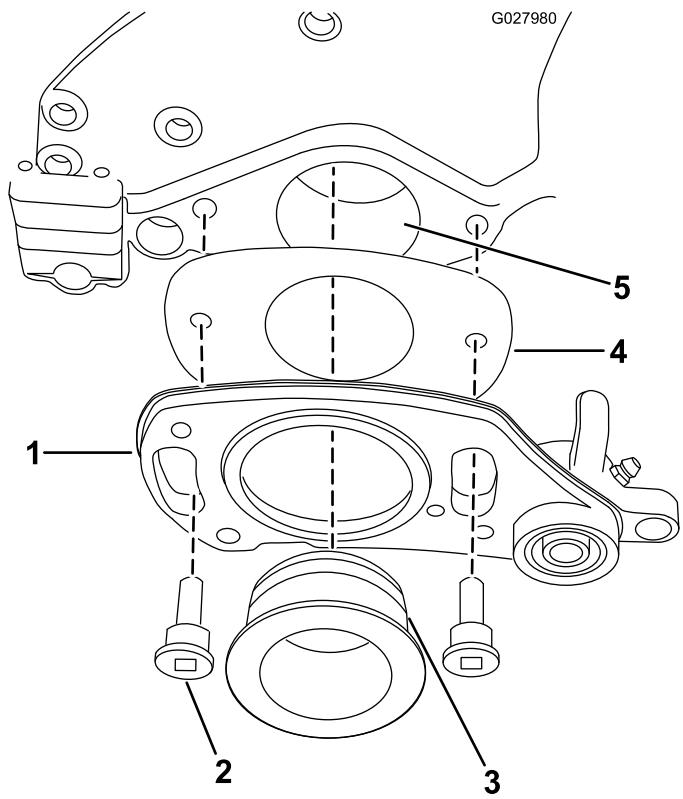

Рисунок 4
- Поместите регулировочную пластину на заднюю сторону узла правого привода, как показано на Рисунок 4.
- Нанесите тонкий слой консистентной смазки на уплотнительное кольцо и направляющее отверстие (Рисунок 4).
- Закрепите узел правого привода с помощью двух болтов с буртиком (Рисунок 4).